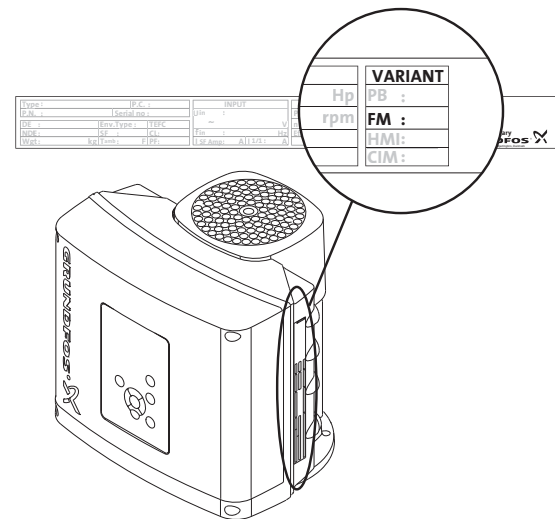

Fig. 84 Identificazione modulo funzionale
Il numero di morsetti dipende dal modulo funzionale (FM). Il modulo installato può essere identificato sulla targhetta identificativa del motore. Vedi fig. 84.